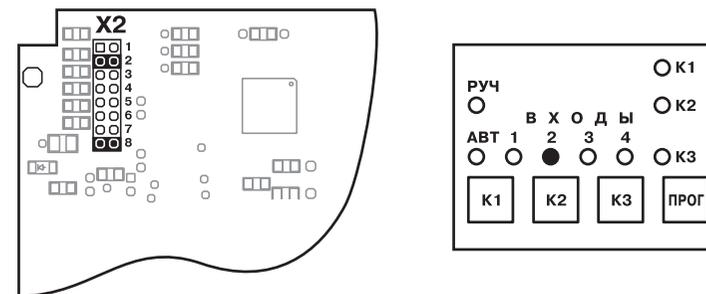

Рис. 32
3.1. Установить на коммутационном поле X2 платы индикации переключки в положение 2 и 8 (рис. 32).